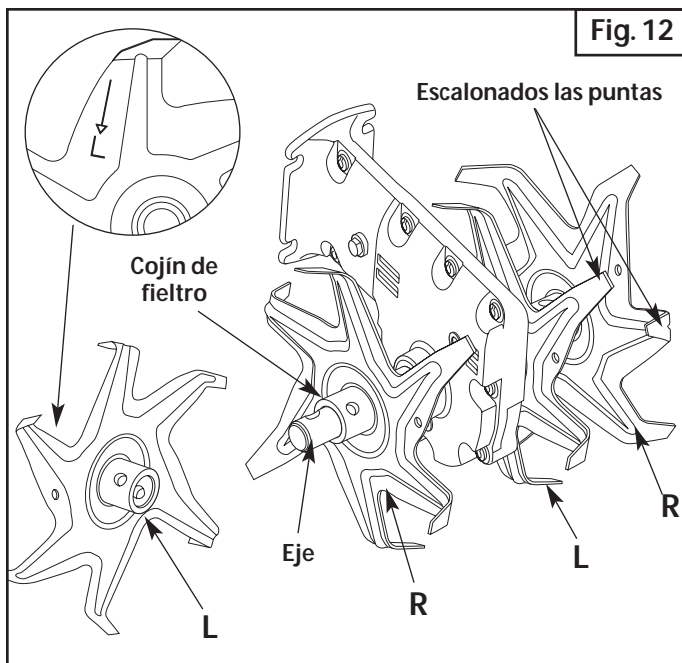

Fig. 12
7. Antes de volver a instalar los pasadores de horquilla y las presillas de los pasadores, asegúrese de que las puntas de los dientes estén escalonadas cuando se comparan entre sí (Fig. 12).